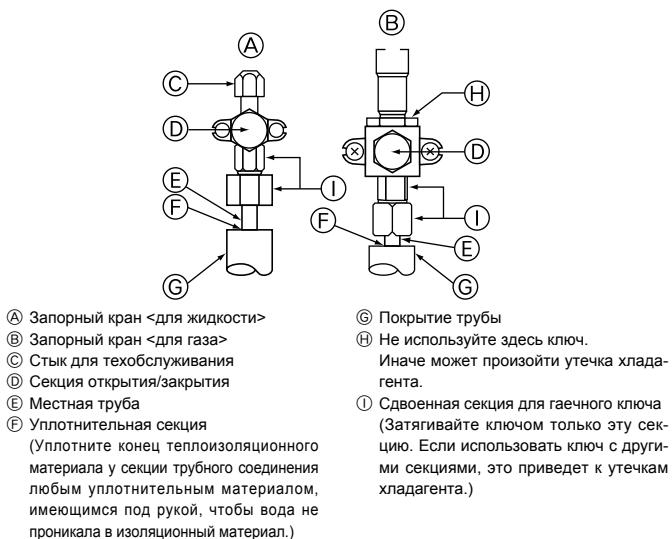

Fig. 4-5
⑤ Для предотвращения попадания воды изолируйте теплоизоляционный слой на торцах труб при помощи герметика.
4.4. Метод проверки герметичности трубопровода хладагента (Fig. 4-5)